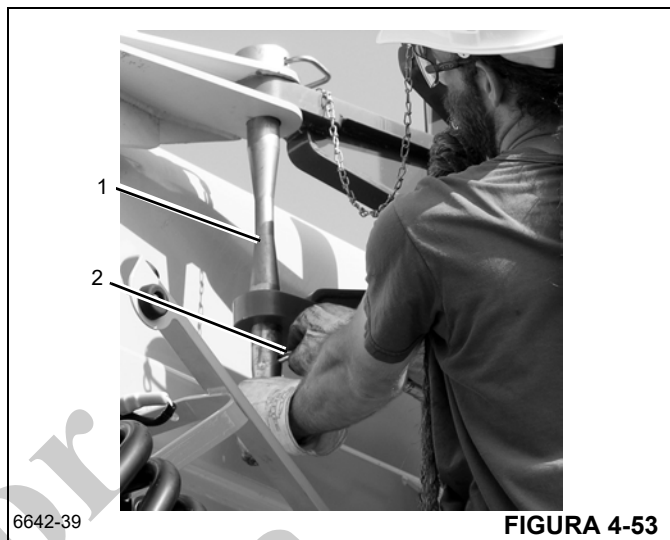

FIGURA 4-53
16. Instale el pasador de almacenamiento trasero (1, Figura 4-53) y la pinza de retención (2).